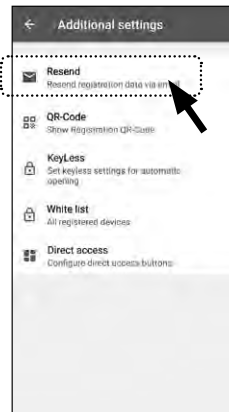

Abb. 45
- 5 Im Folgemenu tippen Sie auf „Erneut senden“ (Abb. 45).